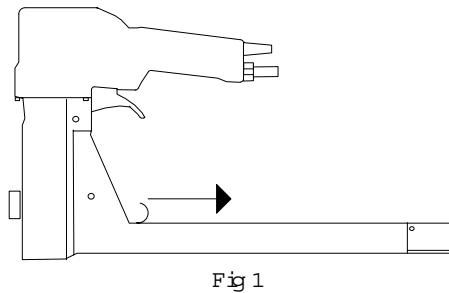
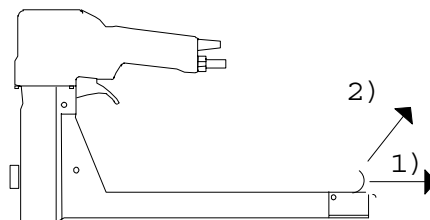

Fig 1
Fig 2
- E Grasp the pusher with one finger (Fig. 1) and pull it back to the magazine breach to release the breach catch (Fig. 2).
- S Fatta frammatarens fingergrepp (Fig. 1) och dra frammataren tillbaka in i slutstycket, så att slutstycksspännen frigörs (Fig. 2).
- D Greifen Sie mit dem Finger hinter den Bügel des Klammerschlebers (Fig. 1) und ziehen Sie ihn zurück bis zum Anschlag des Magazin-Verschlußstückes um die Sperre zu lösen (Fig. 2).
- F Saisissez le poussoir d'agrafes d'un doigt (Fig. 1) et tirez le vers la partie arrière du magasin ainsi que le cliquet fera voir se dégagera (Fig. 2).